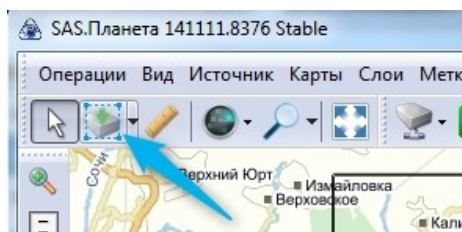
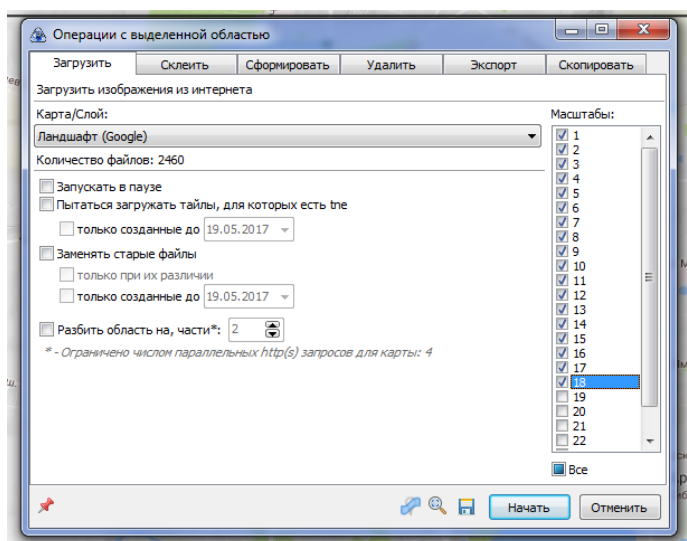

Рис. 20: Запуск операций с выделенной областью
Рис. 21: Окно операций с выделенной областью
3. Выделите интересующую область с помощью кнопки  - **Операции с выделенной областью** (рис. 20), после выделения появится окно с одноименным названием (рис. 21).